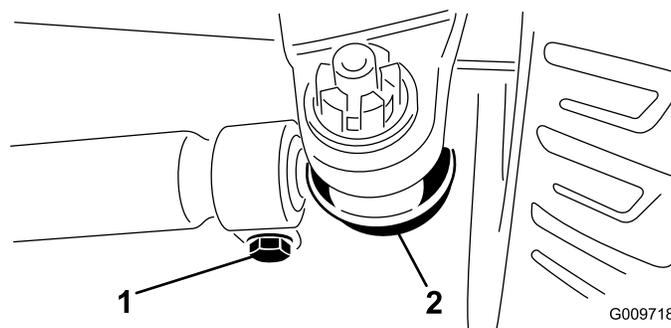

図 49
3. タイロッド両側のクランプをゆるめる 図 49。
2. 調整が必要な場合は、タイロッドのボールジョイントのコッターピンとナットを外す 図 49。次に、タイロッドのボールジョイントをアクスルケースのサポートから外す。